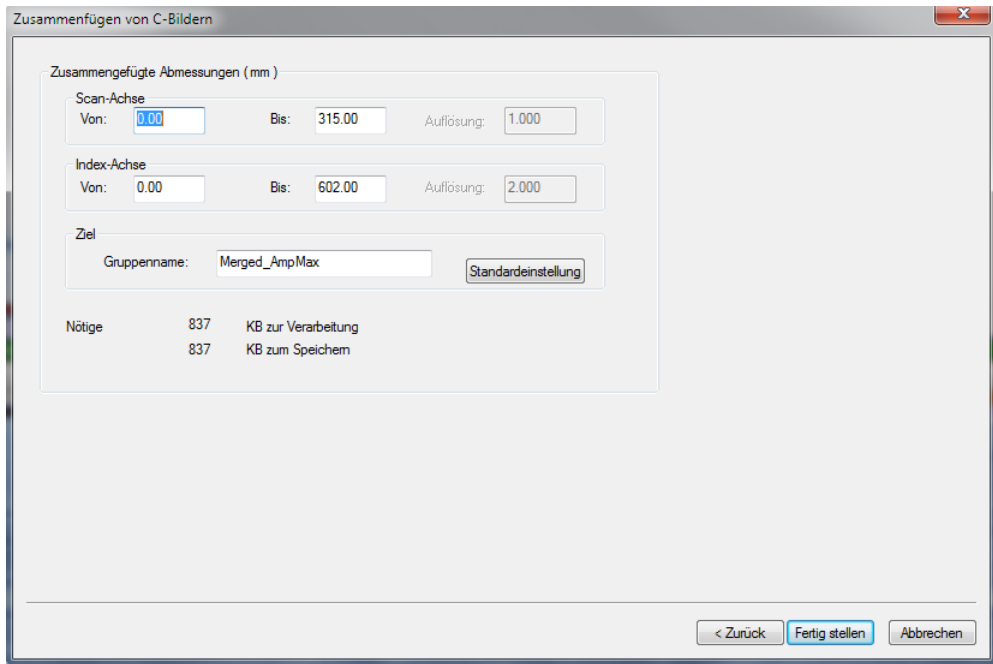

Abbildung 7-27 Dialogfeld Zusammenfügen von C-Bildern (zweiter Schritt im Assistenten)
4. Im zweiten Schritt des Assistenten im Dialogfeld **Zusammenfügen von C-Bildern** (siehe Abbildung 7-27 auf Seite 387) im Gruppenfeld **Zusammengefügte Abmessungen**:
Die zusammengefügte Gruppe wird zur Liste des Dialogfelds **Inhalt** hinzugefügt (siehe Abbildung 7-27 auf Seite 387).